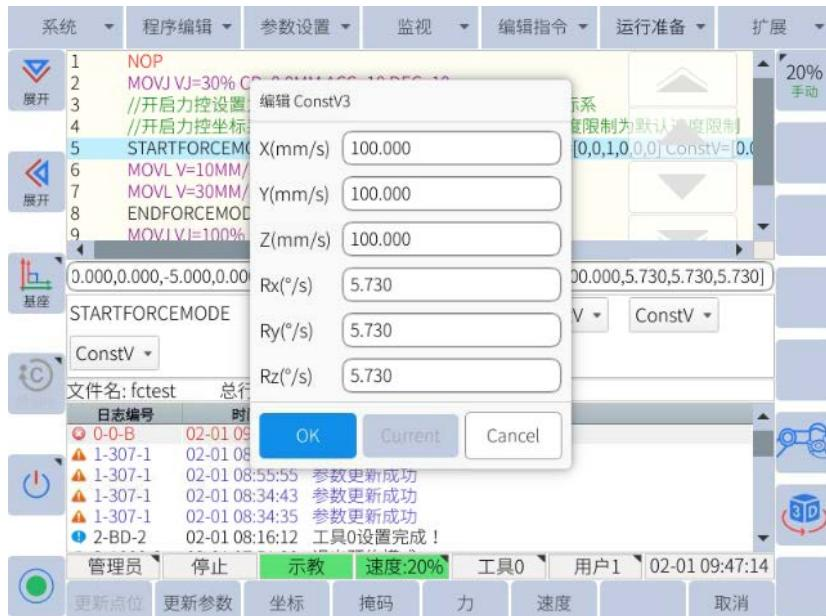

图 6-52：设置当前力控坐标系下各力控方向的最大速度
- 通过点击速度按钮设置当前力控坐标系下各个力控方向的速度最大值，如图 6-52 所示（默认为最大速度，x、y、z 的单位为 mm/s，Rx、Ry、Rz 的单位为 °/s）：